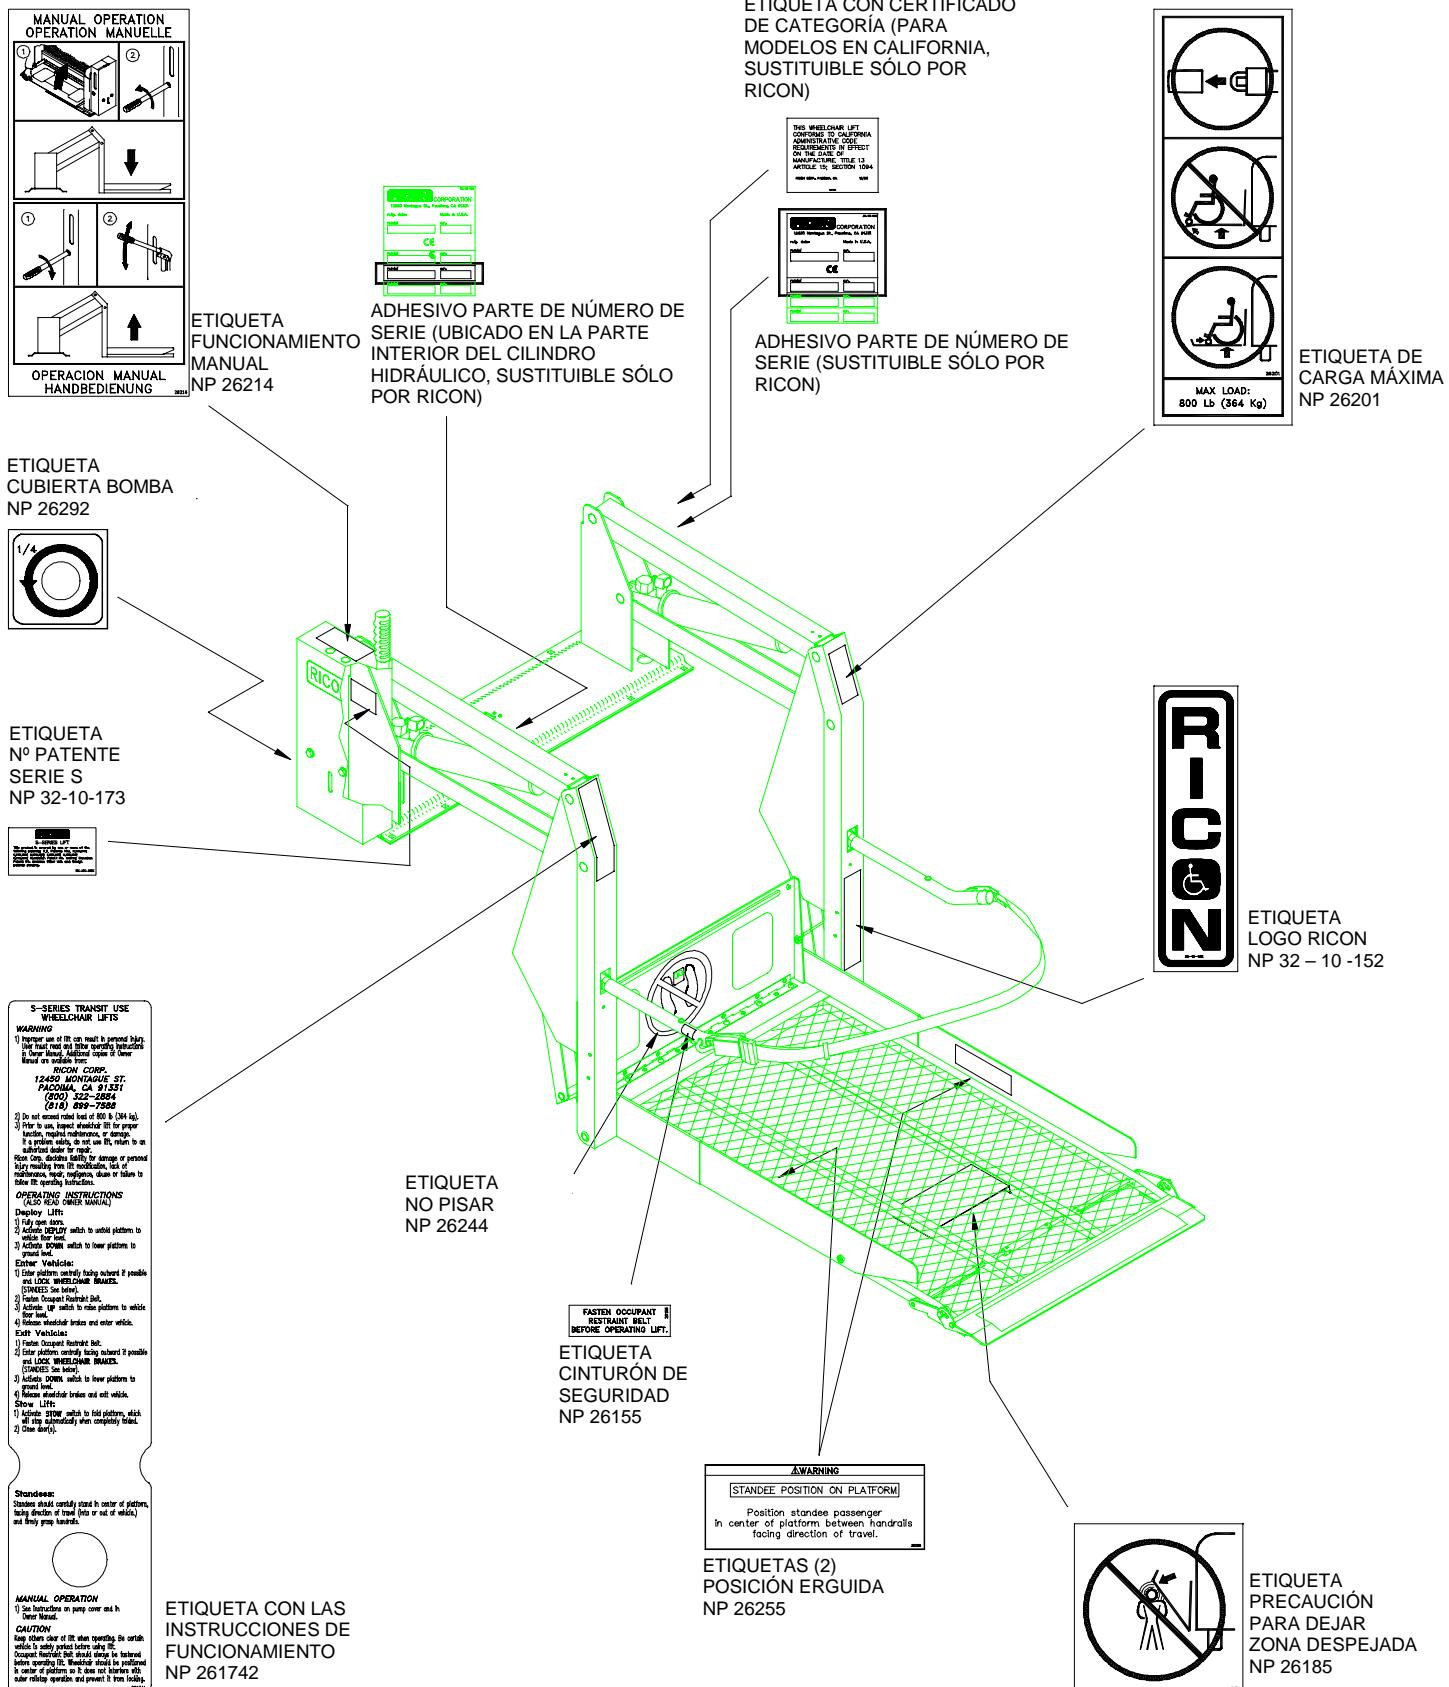

FIGURA 2-24: SITUACIÓN DE LAS ETIQUETAS Y NÚMEROS DE PIEZA EN EL ELEVADOR
- Consulte la **Figura 2-24** en la página siguiente y verifique que todas las etiquetas del elevador estén colocadas correctamente y son las indicadas.